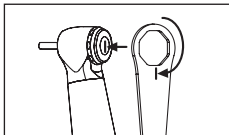

Fig. 34
⑧ Serrez-le ensuite fermement à l'aide de la clé pour capuchon de tête (Fig. 34).
⑨ Nettoyez et stérilisez la pièce à main après avoir remplacé la cartouche.